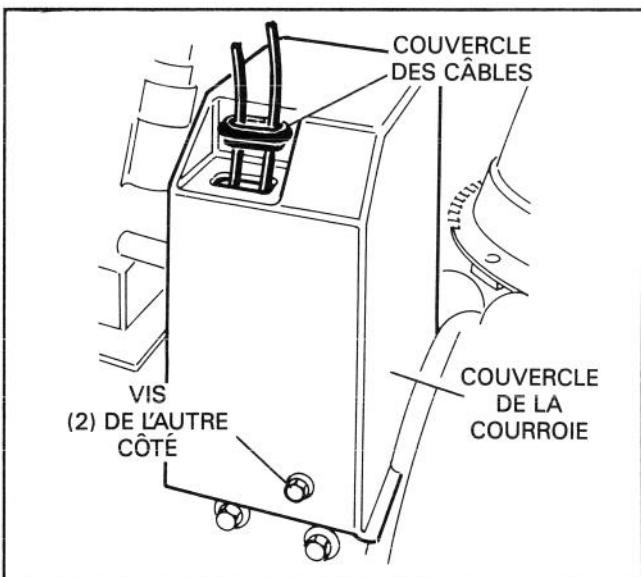

Figure 5
6. Retirez les trois vis taraudeuses qui tiennent le couvercle de la courroie supérieure à la base du moteur, et dégagéz le couvercle des câbles en le faisant glisser vers le haut (fig. 5). Ne perdez pas ce couvercle.